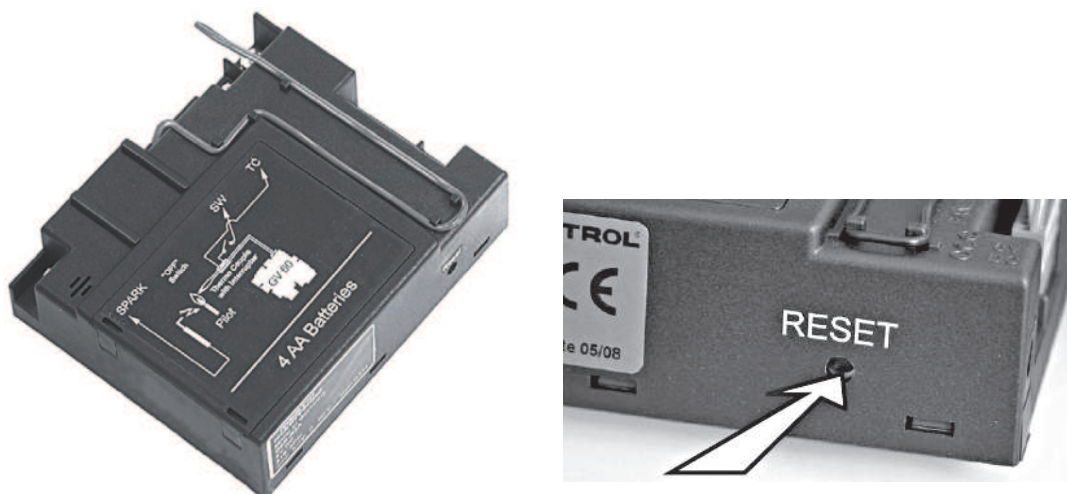

Abbildung 3: Empfänger “RESET” taste
- Drücken Sie die **“RESET”** Taste auf dem Empfänger und halten Sie diese gedrückt, bis zwei 2 Signaltöne ertönen. Siehe Abbildung 3. Lassen Sie die **“RESET”** Taste nach dem zweiten (etwas längeren) Signalton wieder los.